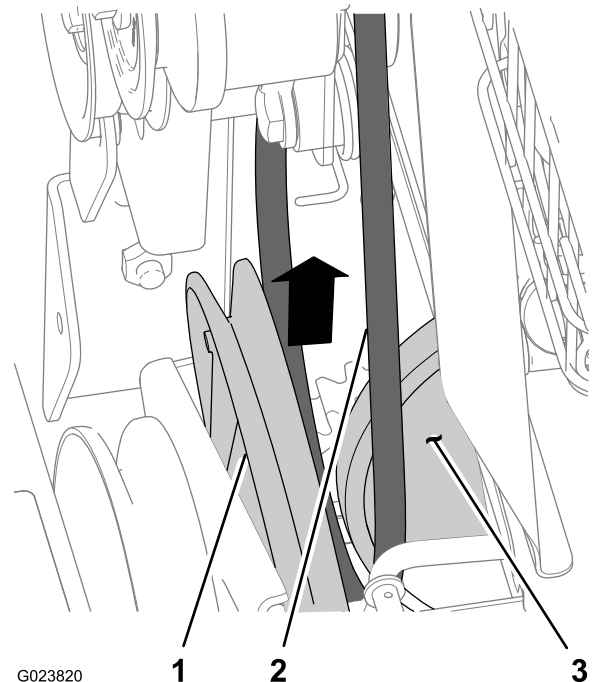

Figura 43
6. Retire la correa de tracción de la ranura de la polea de tracción y hacia arriba entre la polea y la rueda de fricción (Figura 43).
1. Alinee la correa de tracción entre la rueda de fricción y la polea de tracción (Figura 43).